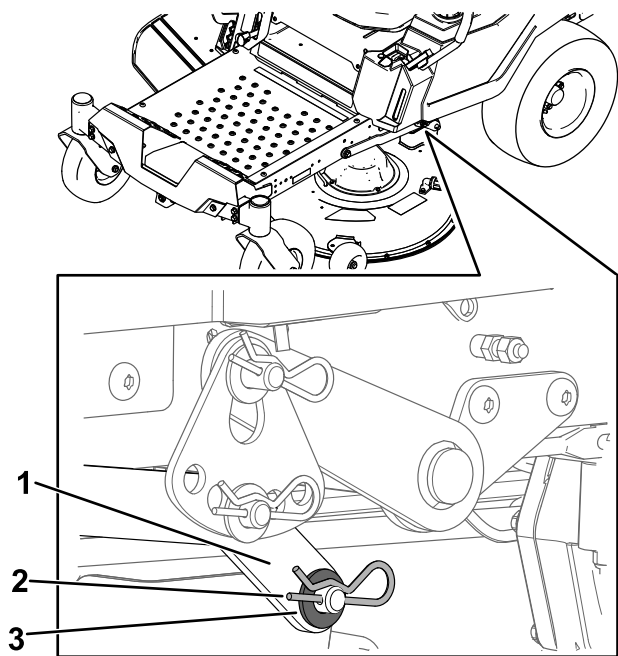

Figura 71
7. Su 1 lato della macchina, togliete la rondella e la coppiglia dal perno del piatto di taglio (Figura 71).
8. Togliete il braccio di sollevamento dal perno del piatto di taglio (Figura 71).
5. Su 1 lato della macchina, sollevate la parte posteriore del piatto di taglio e installate il braccio di sollevamento sul perno del piatto di taglio (Figura 71).
6. Installate il braccio di sollevamento utilizzando la rondella e la coppiglia (Figura 71).